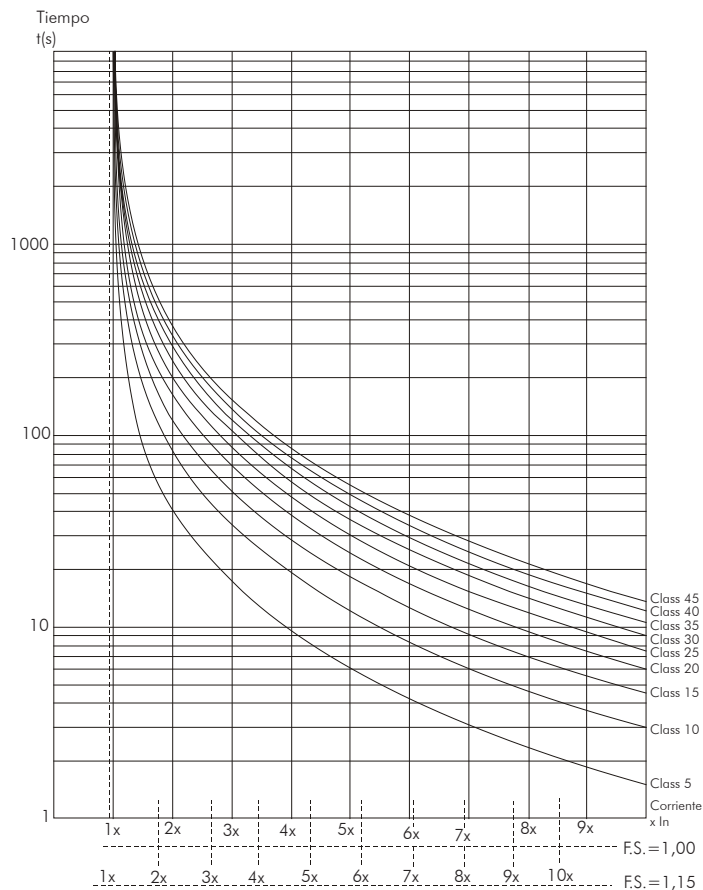

Figura 5.26 - Clases de disparo para protección del motor a frío
La figura 5.26 presenta la curva de desarme para todas las clases considerando un factor de servicio (F.S.) igual 1,00 y 1,15.
Utilice los datos encontrados en el ejemplo anterior (6 x In) y el tiempo de 6 segundos (figura 5.26) para encontrar la clase de disparo mínima necesaria para arrancar el motor a frío, conforme descrito en el parámetro P640.
1) En la figura 5.26 verificamos la mínima clase de disparo que irá posibilitar el arranque. Para $4 \times I_n @ 25 \text{ s}$, adoptamos la curva más próxima arriba: Clase 15.